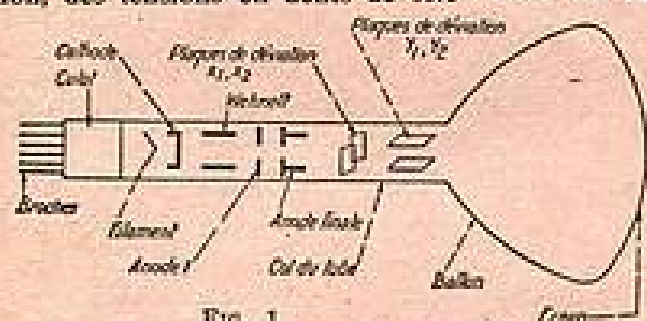

FIG. 1
Rappelons d'abord la construction intérieure de ces tubes dont la figure 1 montre schématiquement les organes constitutifs.
- L'examen de la figure 1 montre qu'une paire de plaques de déviation est plus proche de la cathode que l'autre.